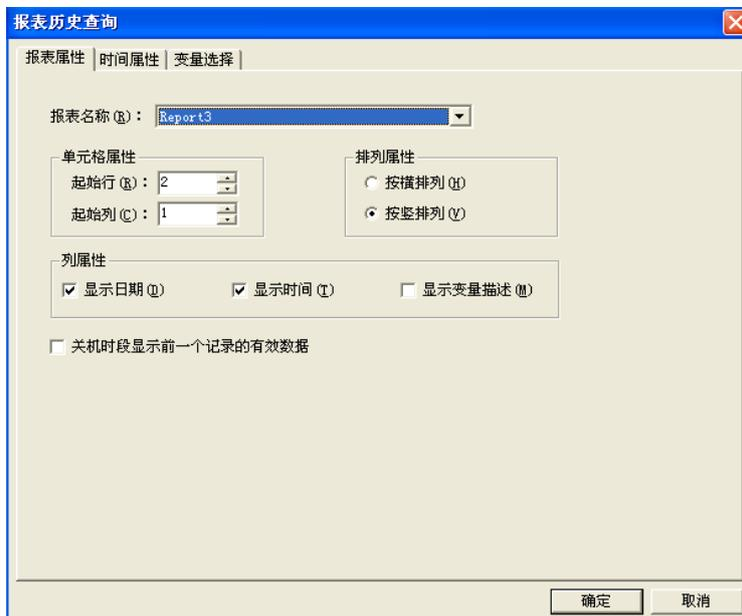

图 8-19
- 4、单击“文件”菜单中的“切换到 VIEW”命令，运行此画面。单击“历史数据报表查询”按钮，弹出报表历史查询对话框，如图 8-19 所示。
报表属性页：在报表属性页中您可以设置报表查询的显示格式，此属性页设置如图 8-19 所示。